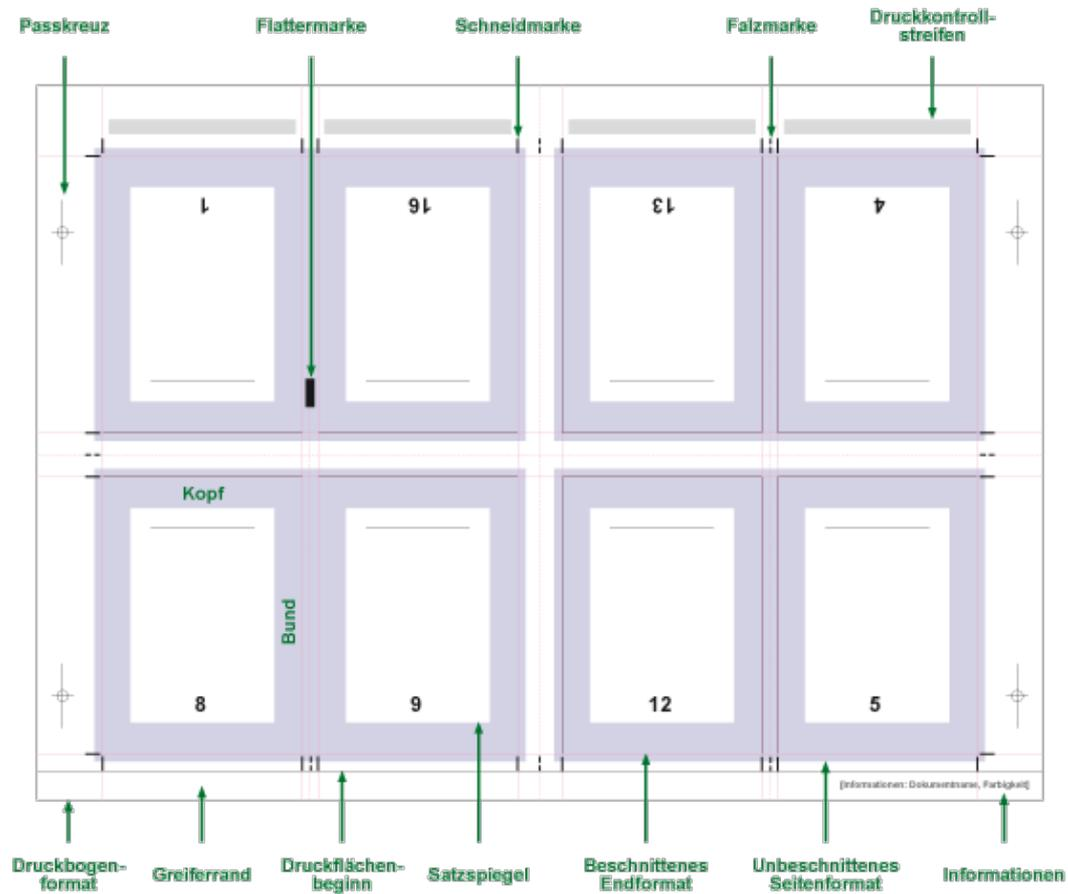

Abbildung 2: Beispiel eines Einteilungsbogens
20. Betrachten Sie den Einteilungsbogen in Abbildung 2. Geben Sie für jede grün hervorgehobene Eigenschaft an, wozu sie dient!